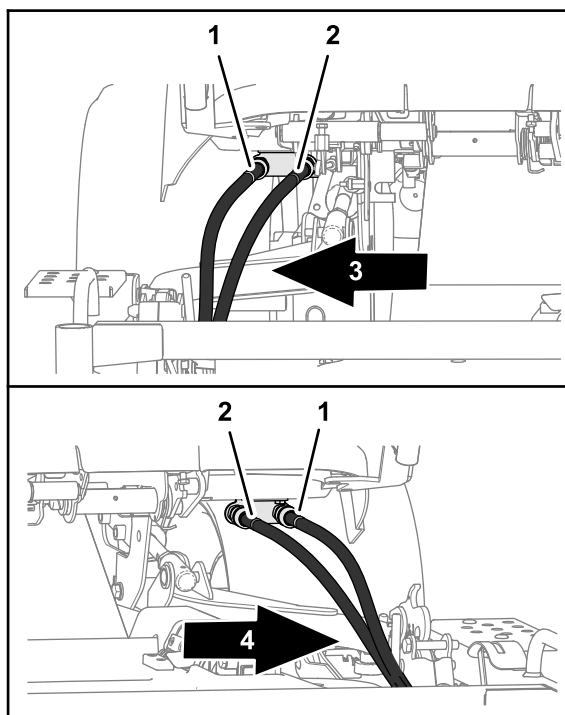

Figura 114
4. Deconectai furtunurile hidraulice de pe fiecare parte a unităii de traciune (Figura 114).
- A. Conectai furtunul hidraulic marcat cu un identificator albastru la cuplajul de deconectare rapidă din interior (marcat cu un identificator albastru); consultați Figura 114 din Demontarea punii mainii de tuns iarba \(Pagină 75\).
- B. Conectai furtunul hidraulic marcat cu un identificator roșu la cuplajul de deconectare rapidă din exterior (marcat cu un identificator roșu); consultați Figura 114 din Demontarea punii mainii de tuns iarba \(Pagină 75\).